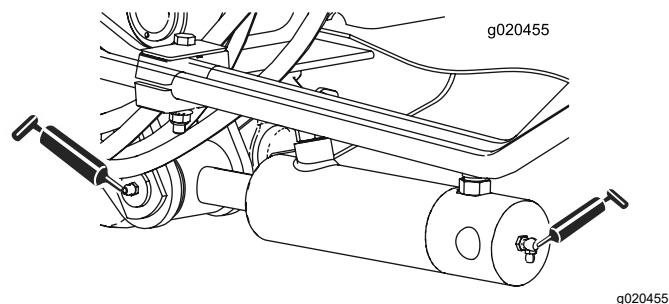

Figure 82
- 2 (de chaque côté) bagues de vérin de bras de levage (Figure 82)